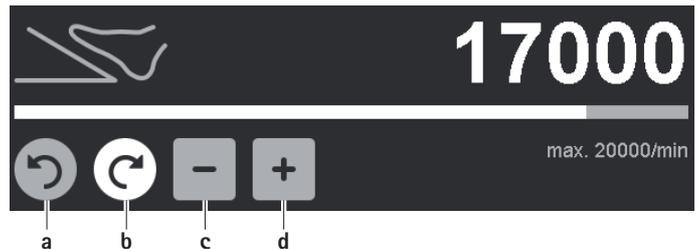

Abb. 6 Drehzahlbereichsobergrenze/Drehrichtung ändern
- ▶ Drehrichtung ändern: Inaktive, graue Drehrichtungstaste Rechtslauf/Linkslauf **a/b** betätigen, siehe Abb. 6.